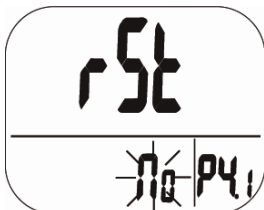

Abb. 18: Kein Reset
- Drücken Sie die SET-Taste. Im P4.0-Modus blinkt NO im Display (Abb. 18). Bei dieser Einstellung wird kein Reset vorgenommen.